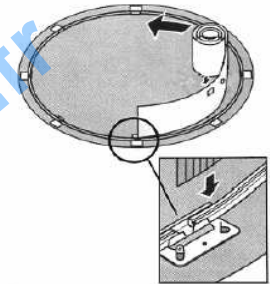
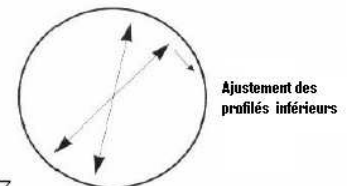

fig. 14
fig. 17
- Commencer à dérouler la paroi en plaçant une de ses extrémités au centre d'une plaque de base PU2 (Fig. 14). De tel sorte que lorsque nous visserons les deux extrémités des parois entre elles, les vis seront cachées derrière une des colonnes. Choisissez la plaque de base plus proche à l'emplacement du filtre.
- Assurez-vous que la paroi de la piscine forme un cercle (Fig. 17). Il est possible que les profilés inférieurs se sortent des plaques de base lors du mouvement de la paroi. Si tel est le cas, déplacez à nouveau les plaques de base de sorte qu'elles soient au centre de deux profilés inférieurs (PCA) (fig. 14).